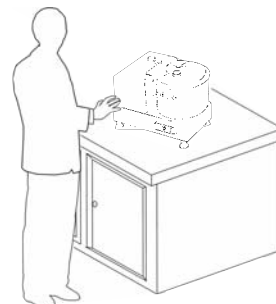

ABB.Nr.9 - Richtige Stelle des Leibs an der Maschine
- 3 Man muß eine richtige Position haben, um Unfälle zu vermeiden (siehe ABB.Nr.9): der Leib muß senkrecht auf den Arbeitstisch sein; die Hände müssen die Maschinenbestandteile nicht beanspruchen. **ACHTUNG: Sich auf der Maschine nicht stützen und Stellungen der Leibs halten, die kein direktes Kontakt mit der Maschine bewirken.**